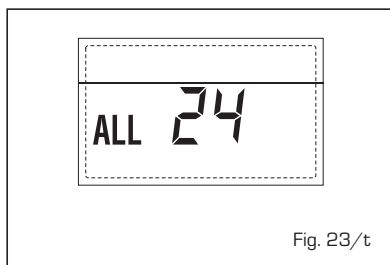

Fig. 23/t
- **SOLARE S2 BOILER PROBE BREAKDOWN ANOMALY "ALL 25"** (fig. 23/u)